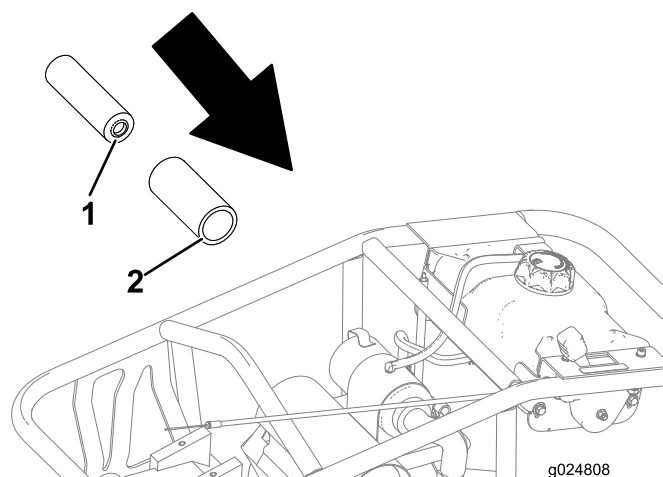

Figure 19
10. Posez les éléments du filtre à air et vérifiez qu'ils sont correctement positionnés (Figure 19).
Important: Assurez-vous que le côté ouvert des éléments du filtre à air sont orientés vers l'intérieur, c'est-à-dire vers la machine; en effet, la machine ne fonctionnera pas si les éléments ne sont pas orientés correctement en raison de la restriction d'air (Figure 19).